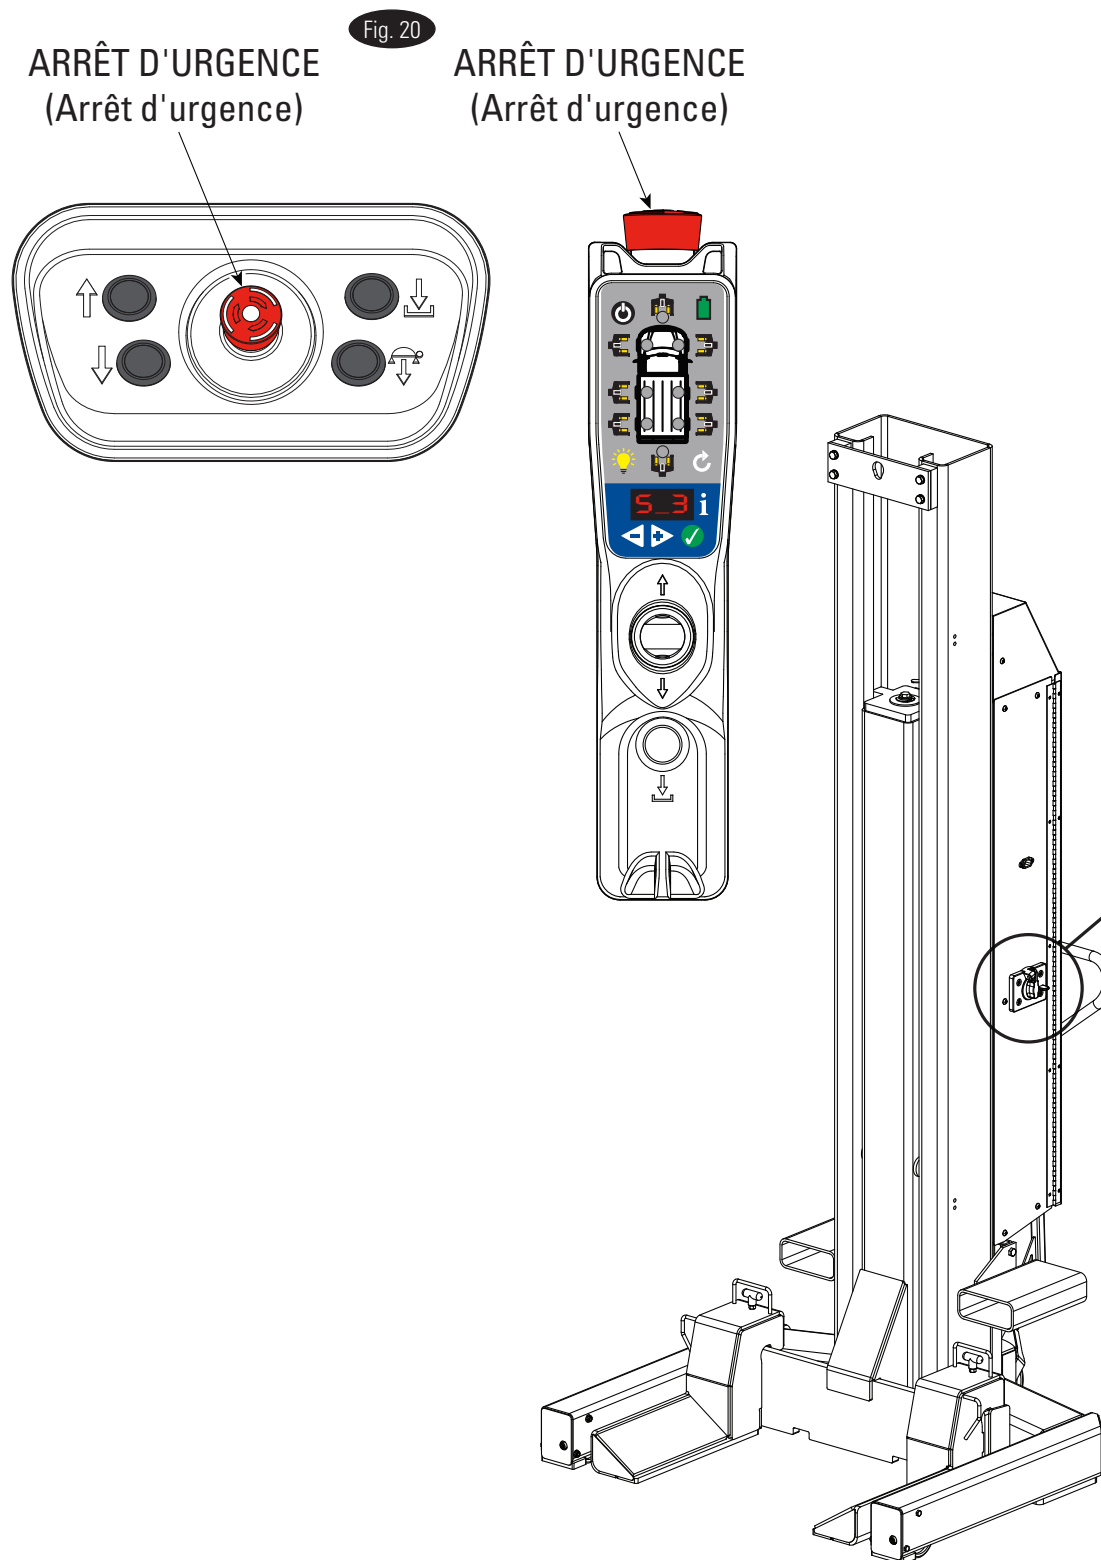

Fig. 21
3. Si l'interrupteur d'arrêt d'urgence n'affecte pas le fonctionnement du système ou de la colonne, allez immédiatement à l'interrupteur de déconnexion DC principal de l'unité qui ne répond pas et coupez le courant. Il est situé sur le panneau latéral gauche en regardant le panneau de contrôle, Fig. 21.